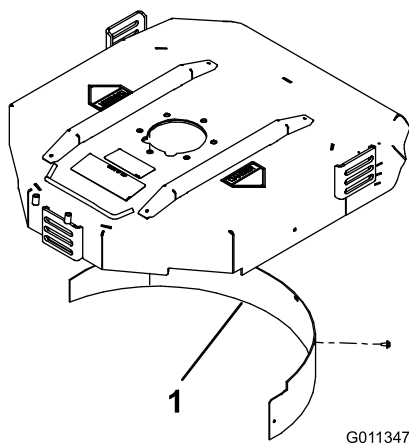

Figura 11
2. Instale el deflector de mulching en el hueco trasero y fíjelo con 5 tornillos con arandela prensada (Figura 11).